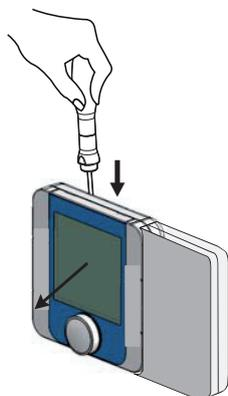

Fig. 1
- separare la parte anteriore da quella posteriore del terminale utilizzando un cacciavite (fig.1);
Inserire un cacciavite nella fessura superiore (fig.1) e premere verso il basso per estrarre il display.
- separate the front from the rear of the terminal using a screwdriver (Fig. 1);
Insert a screwdriver into the slot at the top (Fig. 1) and press downwards to detach the display.